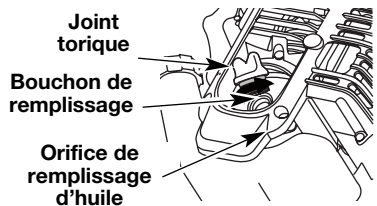

Fig. 16
1. Dévisser le bouchon de la bouteille d'huile et retirez le papier couvrant l'ouverture. Remplacez le bouchon. Coupez la pointe de la buse de l'entonnoir (Fig. 16).